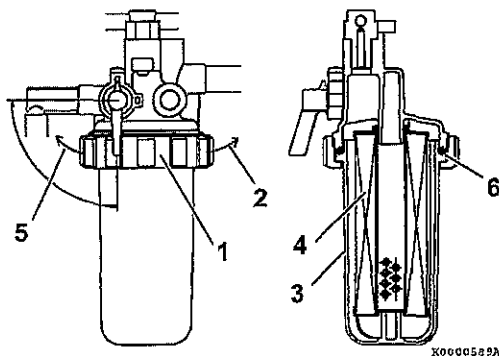

図 14
3. リテーナリング (1, 図 14) を左側に回します (5, 図 14)。
4. 十分注意しながら、カップ (3, 図 14) を取り外します。カップ内の燃料やドレンを専用容器に移し、定められた方法で廃棄します。カップ内の燃料がこぼれないように布切れで受けます。こぼした燃料は、直ちにふき取ります。
5. 燃料フィルタエレメント (4, 図 14) を下向きに引き抜いて、取り外します。
8. Oリング (6, 図 14) の状態を点検します。必要な場合は、新品と交換します。
9. カップを取付面に取り付け、リテーナリング (1, 図 14) を右に回します (2, 図 14)。締め付けは、必ず手で行います。